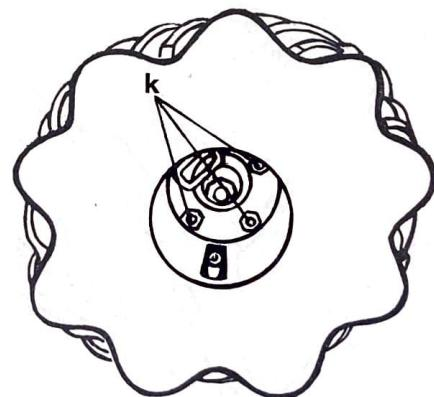

Fig. 8
L. Zusatzstollen (Fig. 8).
L. Ruote a ramponi (Fig. 8)